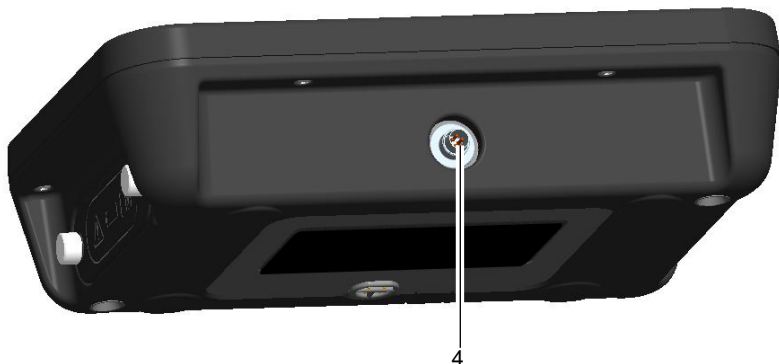

Figura 3: Conector para cabo umbilical do ADTSTOUCH
- Conectando o conector ADTSTOUCH (4) (veja Figura 3) ao ADTS usando o cabo umbilical.